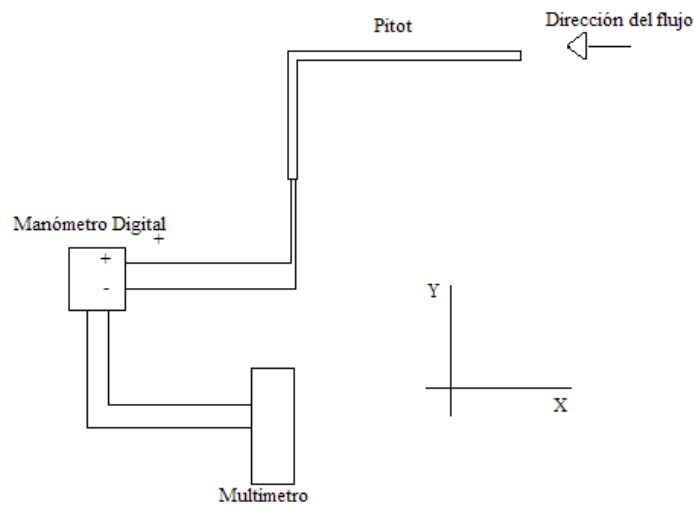
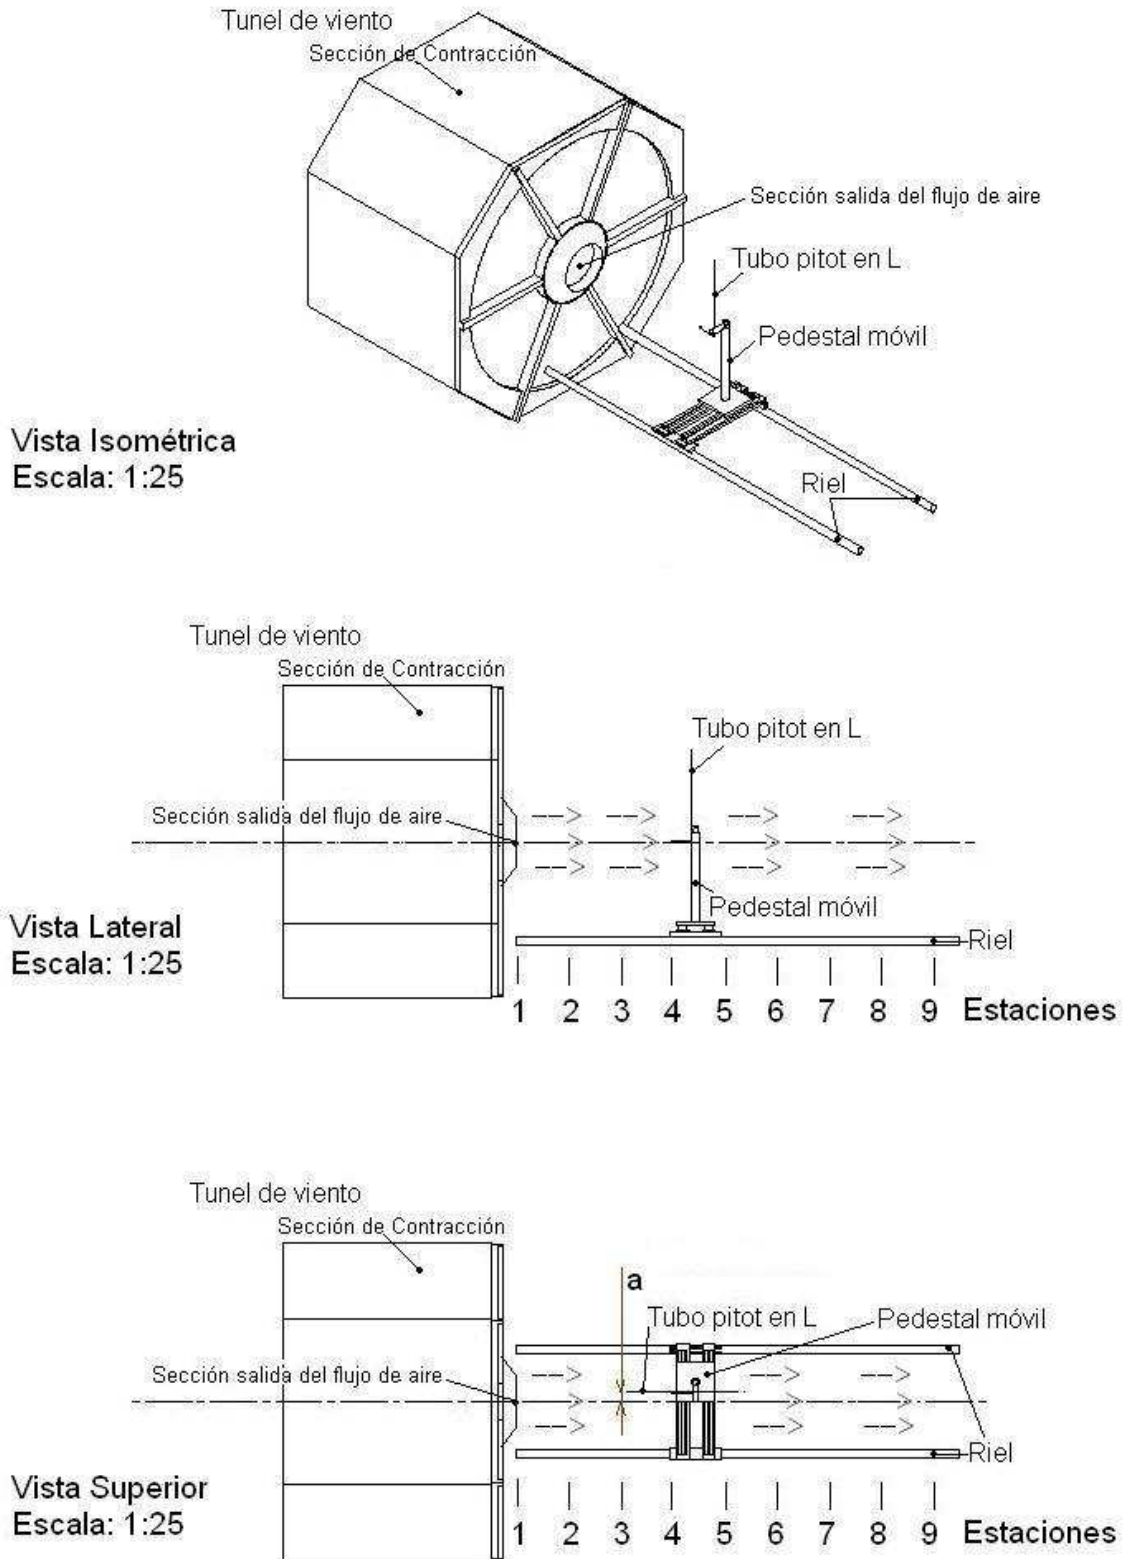

Figura 2. Esquema de calibración del Túnel.
Figura 3. Estaciones de medición.
3. Conectará el manómetro digital según la Figura 2 en la posición más cercana a la sección salida del flujo de aire, Estación 1, Ver Figura 3.